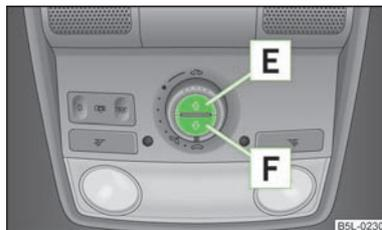

Fig. 21
Les touches permettent de fermer et ouvrir le store pare-soleil séparément » fig. 21.
➤ Pour une ouverture complète, appuyez brièvement sur la touche **E** » fig. 21. ▶
- Pour une fermeture complète, appuyez brièvement sur la touche **[F]** » fig. 21.
Pour initialiser le store pare-soleil, appuyez sur la touche **[F]** » fig. 21 pendant 10 secondes env.